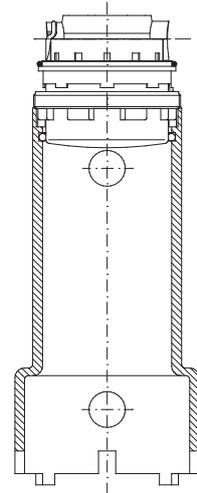

Abb. 1
- 6.13. Messkapsel ohne Druck durch den Gewinding nur soweit in den Montageschlüssel stecken, bis die Haken des Ausheberings anstoßen (siehe Abb. 1).